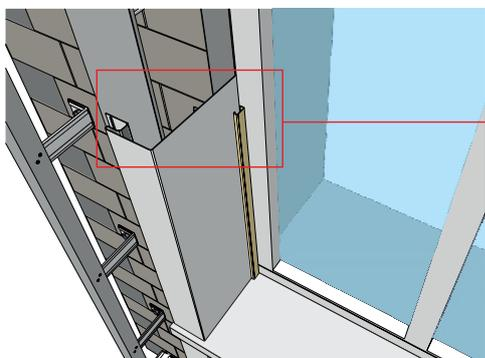

Рисунок 48
- 15.4** Ширина околооконной планки подгоняется и подрезается под глубину оконного проема. Измерьте расстояние от окна до внешней части обрешетки (рис. 48), прибавьте к нему 22 мм, при использовании приоконной планки 35 мм. Перенесите это расстояние на широкую часть околооконной планки (рис. 49). Лишнее отрежьте, используя правило, нож или ножницы.